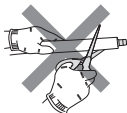

Figura 1
- Non tagliare il tubo di scarico dell'unità. (Figura 1)